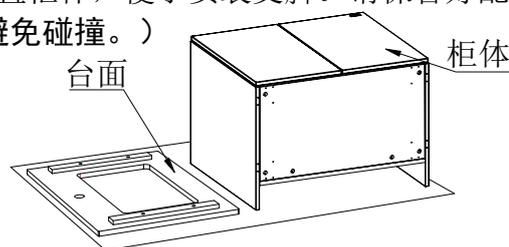

图1
- 1) 安装时为避免刮花产品请开箱后利用外箱，如图1放置柜体，便于安装支脚。请保管好配件包。